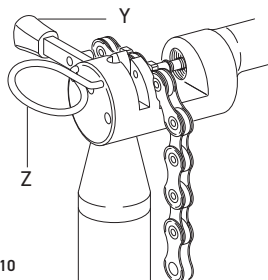

Fig.10
- Bloccate la maglia con l'apposito dispositivo di blocco (Z - Fig. 10).
- Verificate che la linguetta dell'utensile **UT-CN400** sia in posizione esterna (Y - Fig. 10).